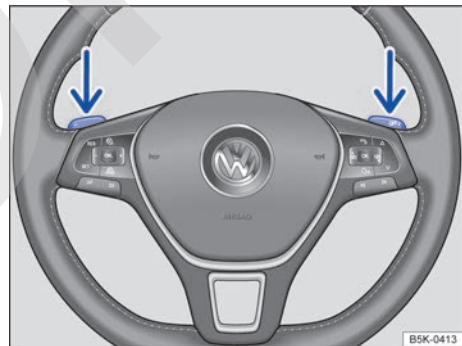

Fig. 134 Volante con levas de cambio para el Tiptronic.
- Tire de la leva derecha → fig. 134 hacia el volante para cambiar a una marcha más larga.